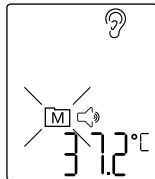

Bild 10
- Sie können nun den aktuell gemessenen Temperaturwert mit dem vorherigen Messwert vergleichen. Drücken Sie dazu die MEMO-Taste. Der zuletzt gemessene Temperaturwert wird zusammen mit dem blinkenden [M] Symbol im unteren Bereich des Displays angezeigt (Bild 10). Danach wechselt das Thermometer zurück in den Messmodus und zeigt wieder den aktuellen Temperaturwert an.